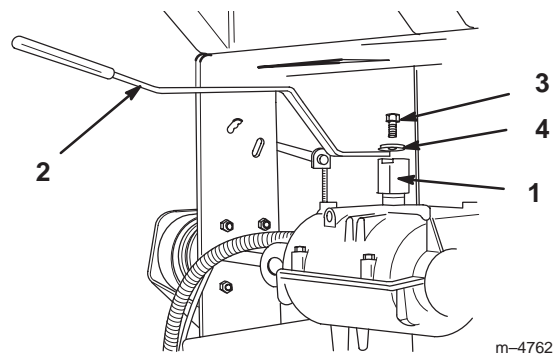

Figure 2
- Alignez les blocs de montage avec les méplats de l'arbre en haut de la transmission et glissez-les sur l'arbre (Fig. 2).
5. Si ce n'est pas le cas, enlevez le levier et pliez-le légèrement pour le régler (Fig. 2).